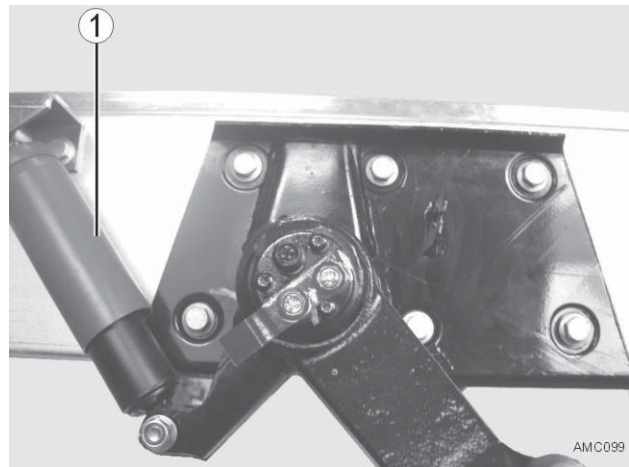

Bild 36 Achse Typ BTR1 dargestellt
6. Stoßdämpfer ( Bild 36 - 1) gemäß Kapitel